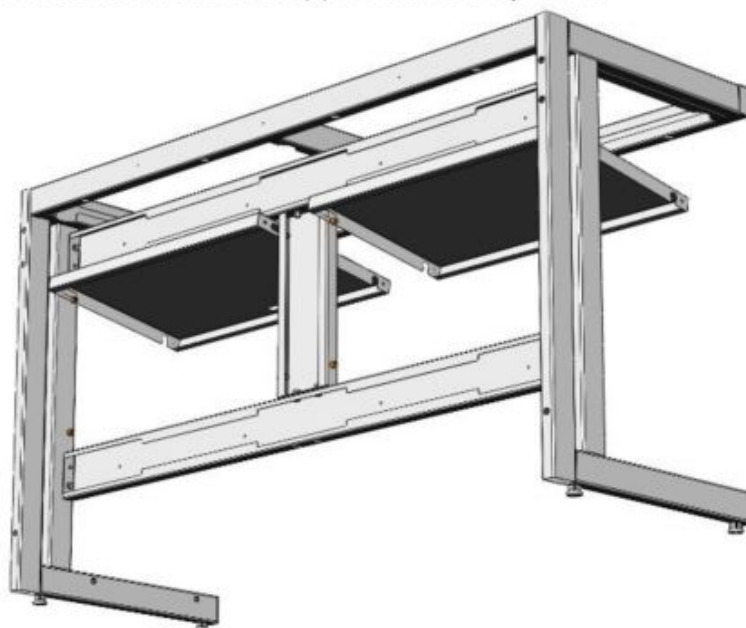

Рис. 4
5. Навесить декоративную панель – завести панель в горизонтальном положении так, чтобы болт М8х14 (цилиндрическая головка) попал в прорезь панели. Опустить панель в вертикальное положение (Рис. 4) При необходимости – отрегулировать высоту установки распорок расположением болта в посадочном отверстии.